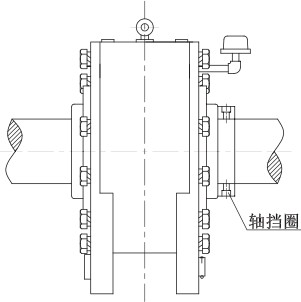

图11 中间轴挡圈安装
- 2. 当逆止器安装在轴中间时，逆止器一端应用轴挡圈固定，以防止逆止器轴向窜动(见图11)。